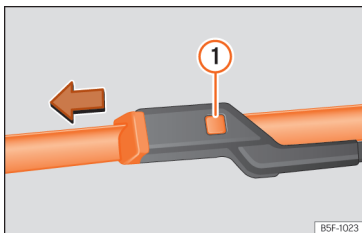

Fig. 214 Substituição das escovas do limpa-para-brisas.
- Mantenha pressionado o botão de desbloqueio » » » Fig. 214 ① puxando ligeiramente pela escova no sentido da seta.